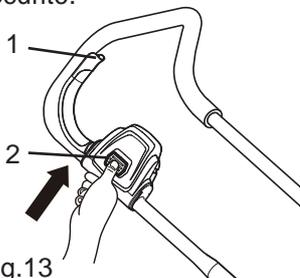

Fig.13
- > Pour allumer l'appareil, appuyez sur l'interrupteur de sécurité [2] situé sur le guidon, tirez en même temps sur la poignée marche/arrêt [1] (Fig.13,14) puis relâchez l'interrupteur de sécurité.